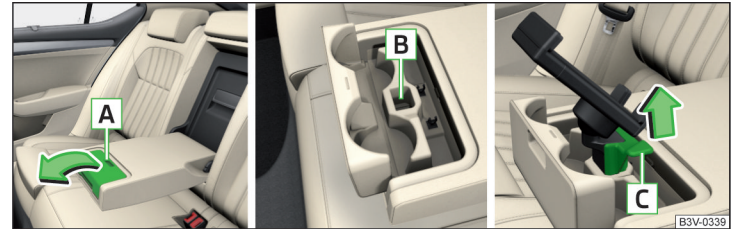

Abb. 113 Ablagefach öffnen / Staufach für Halter / Halter abnehmen
- Zum **Einsetzen** den Deckel an der Aussparung **A** fassen und in Pfeilrichtung aufklappen » Abb. 113.